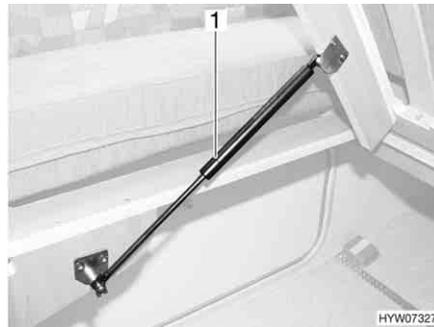

Fig. 107 Cama fija
- Levantar el somier. Los resortes por presión de gas (Fig. 107,1) retienen el somier en la posición abierta.